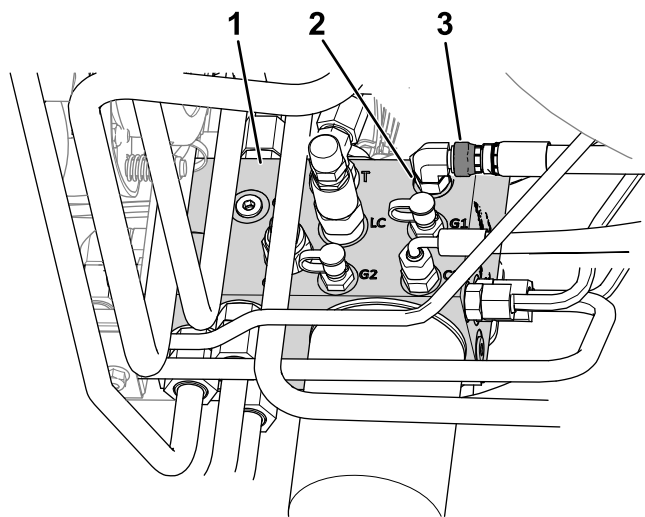

Figura 10
- B. Allentate il dado girevole del flessibile collegato alla porta C1 del collettore idraulico (Figura 10).